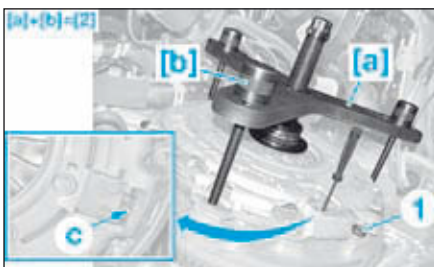

FIG.3
- Reposer le mécanisme d'embrayage (2).
- Positionner l'outil [2] sur le mécanisme d'embrayage (2) (Fig.3).